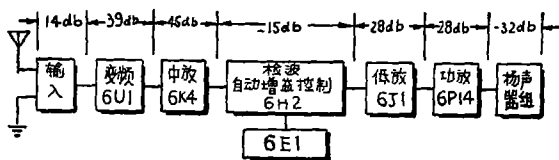

图 1
1. 本机方框图及增益分配如图 1 所示(增益分配系指中波段)。